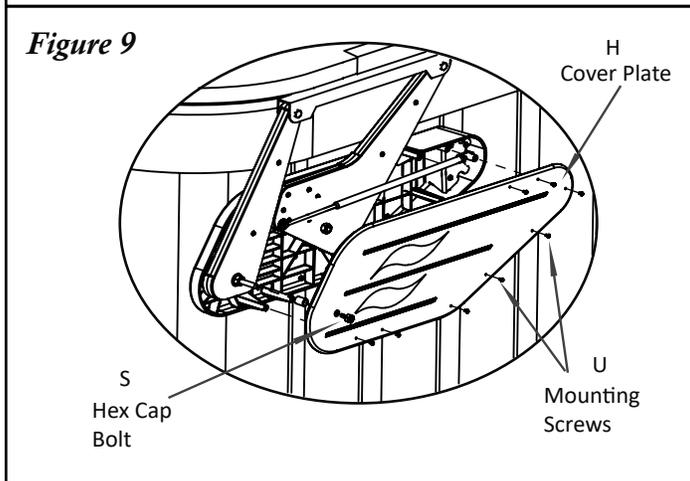

Figure 9
#12 Befestigen Sie die Abdeckplatten (H) mit den Montageschrauben #10 x 1" (U) an den Montagehalterungen. Führen Sie dann die 3/8 x 3/4" Sechskantschraube durch das Loch in der Abdeckplatte, das mit dem hinteren Schwenkarm ausgerichtet ist (Fig. 9). **Hinweis: Ziehen Sie die Sechskantschraube nicht zu fest an.**